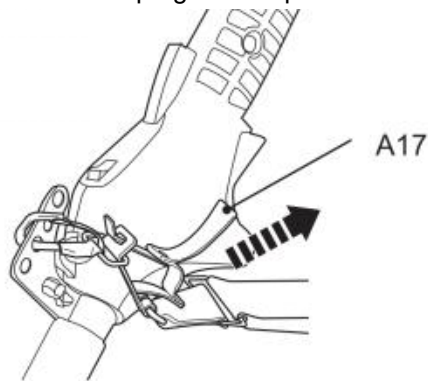

Fig. 34
5. I nödfall, håll i det främre handtaget (A27) med vänster hand och använd höger hand för att dra i repet (A17) (Fig. 34). Metalllåsstängens frigörs automatiskt från fästklämman på grund av produktens vikt.